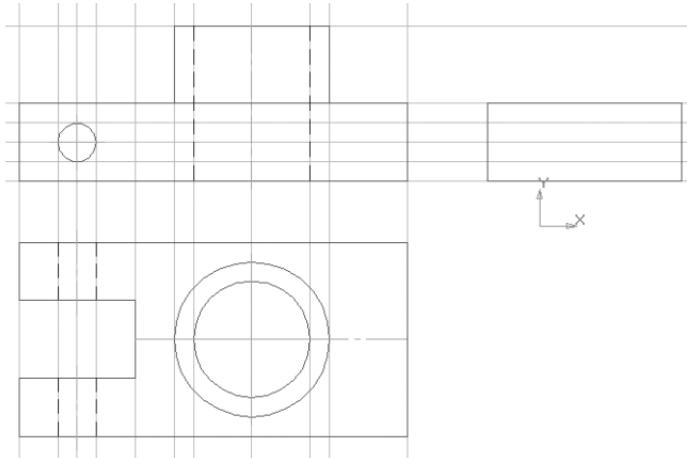

Рис. 300
- с помощью – **Прямоугольника** постройте основание детали на виде слева (высота 20 мм, ширина 50 мм) **Без осей**, расположив с правой стороны от главного вида. Построение начинайте снизу вверх (рис. 300);